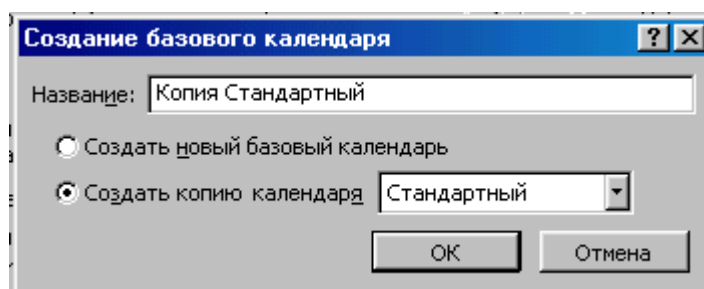

Рис. 6
- Нажмите кнопку (Создать) в диалоге (Изменение рабочего времени). На экране появится диалог (Создание базового календаря) (рис. 6).